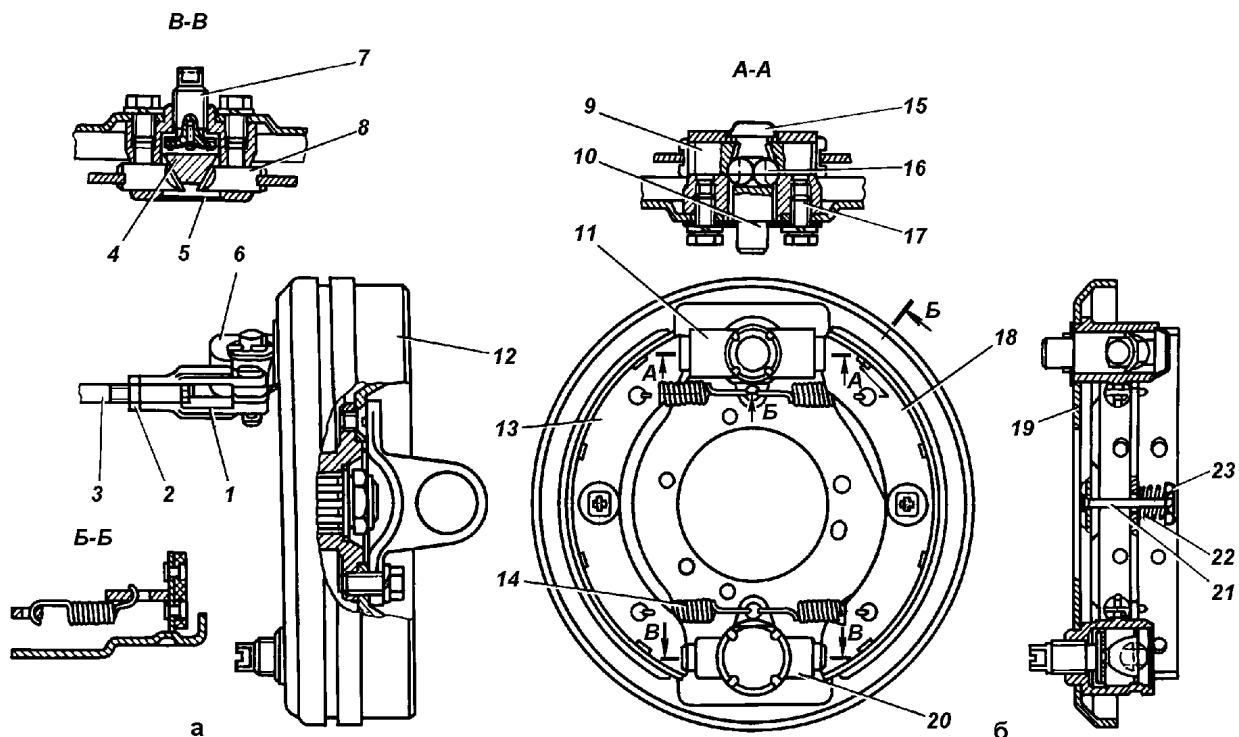
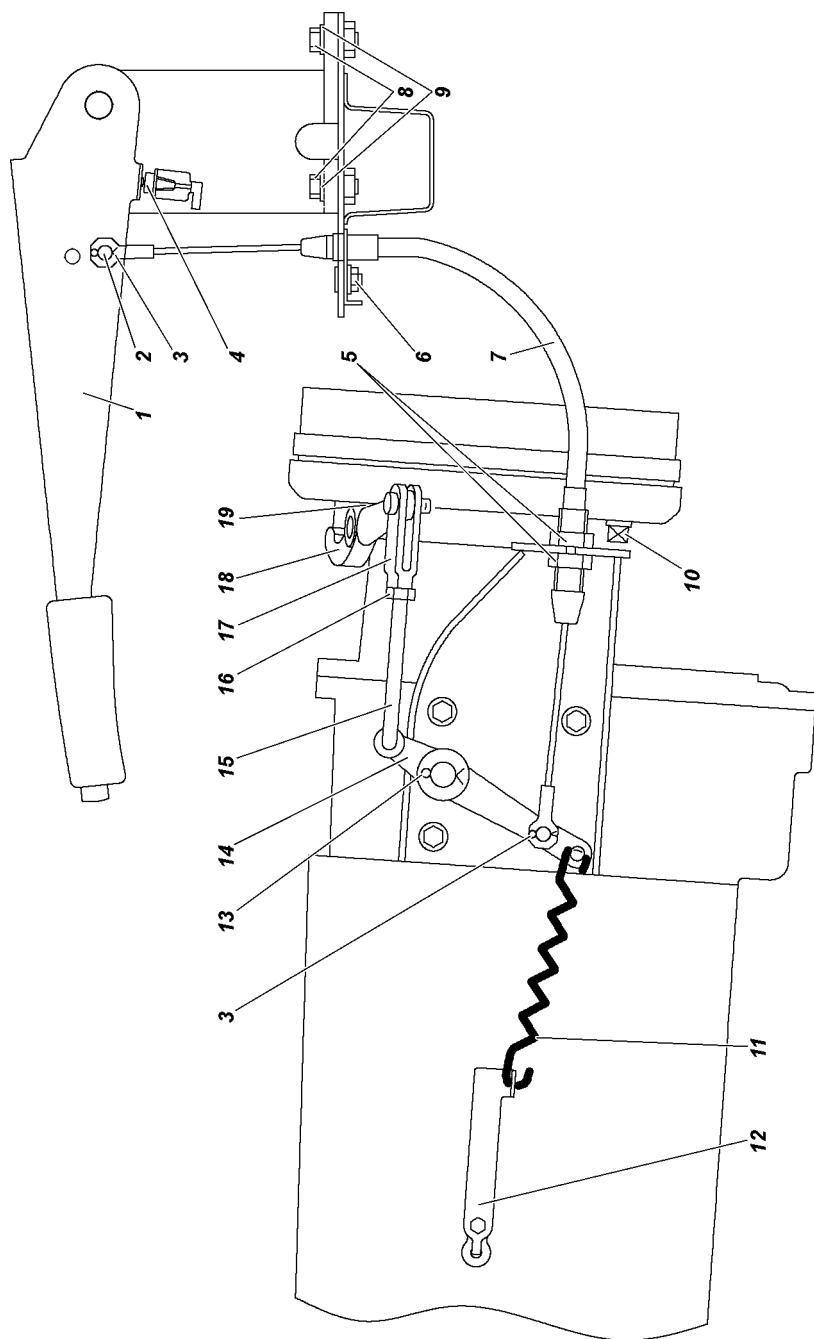

Рис. 13.13. Стояночный тормозной механизм:
Рис. 13.14. Привод стояночного тормозного механизма:
Стояночная тормозная система состоит из стояночного тормозного механизма (рис. 13.13) и его привода (рис. 13.14).
Регулировку производите, когда рабочий ход рычага 1 (см. рис. 13.14) становится более половины его максимального хода.
4. Снимите стяжные пружины 14 (см. рис. 13.13) и тормозные колодки 13 и 18.
1. Установите рычаг 1 (см. рис. 13.14) в крайнее нижнее положение.